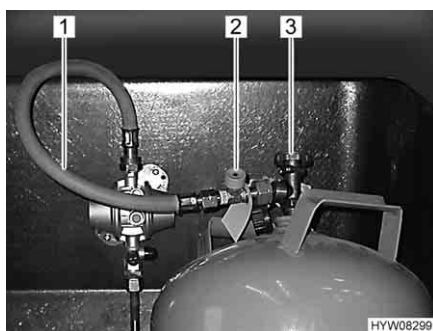

Fig. 51 Raccordo bombola del gas
- Chiudere la valvola principale di arresto (Fig. 51,3) della bombola del gas. Osservare la direzione della freccia.
- Svitare manualmente il tubo del gas (Fig. 51,1), dalla bombola del gas (filettatura sinistrorsa).
- Premere con forza il dispositivo antirottura della tubazione (Fig. 51,2 o Fig. 52,3) e tenerlo premuto per ca. 5 secondi.